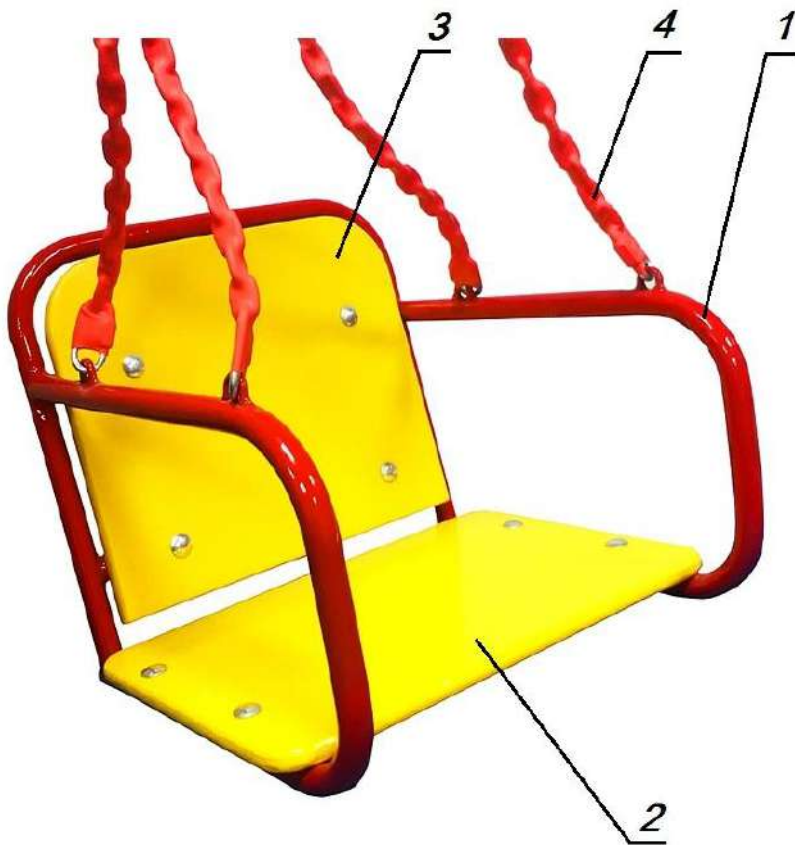

Рис.1 Общий вид Подвески со спинкой для качелей РТР 019.3
2.1. Подвеска со спинкой для качелей РТР 019.3 (см. рис.1) представляет собой металлический каркас **1**, на котором закреплены фанерные сидение **2** и спинка **3**, а также цепи **4** для подвешивания на раму качелей. Для предотвращения застревания пальцев ребенка нижняя часть цепей имеет специальную защиту.